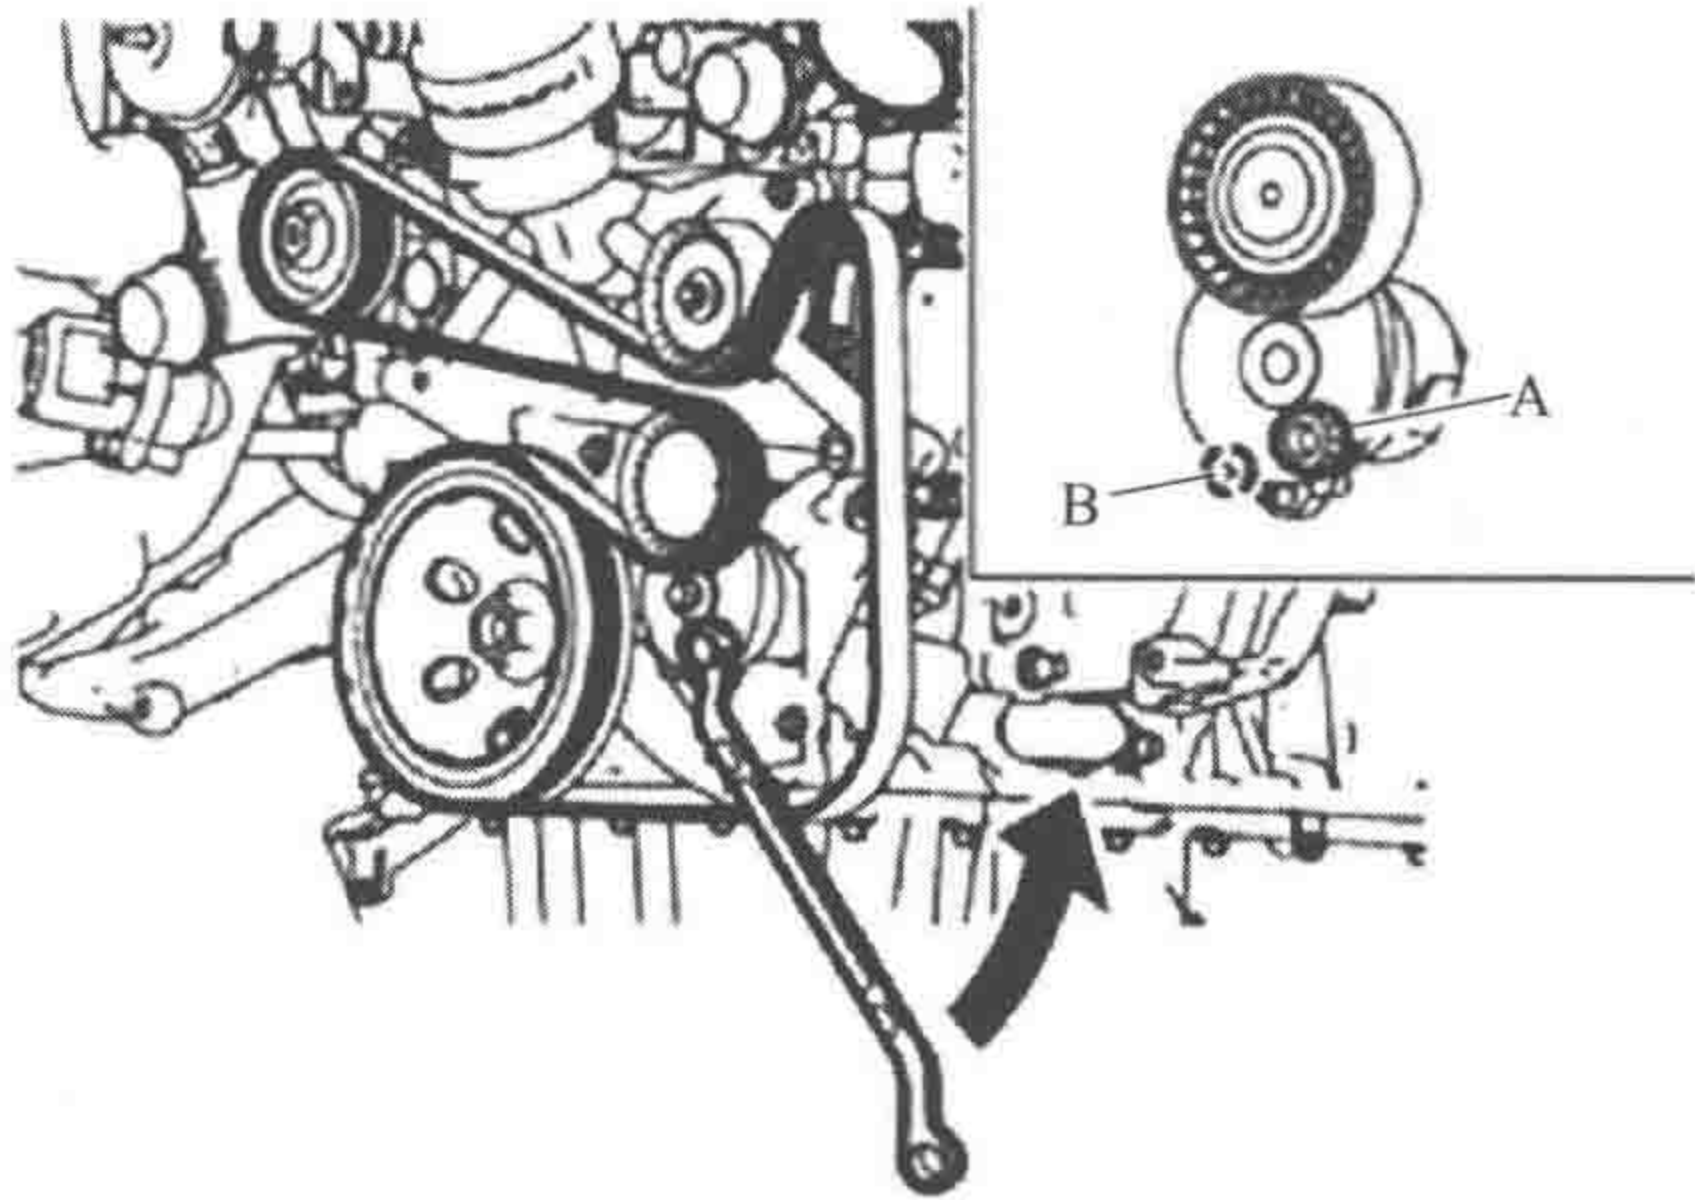

图 1-10 2.0L 涡轮增压汽油机的驱动皮带拆卸方法
- ① 如图 1-10 所示，拆下前侧下盖板。
- ② 用扳手牢牢固定驱动皮带自动张紧器的六角件 A，然后沿着箭头方向移动扳手的手柄（张紧器的松开方向）。注意：避免将手放置在支撑工具突然脱落时可能发生挤压的地方。
③ 将一根直径约为 4mm 的杆（如短款螺丝刀）插入固定衬套的孔 B 中，以固定驱动皮带自动张紧器。
④ 拆下驱动皮带。拆下驱动皮带后，保持驱动皮带自动张紧器皮带轮臂锁定。